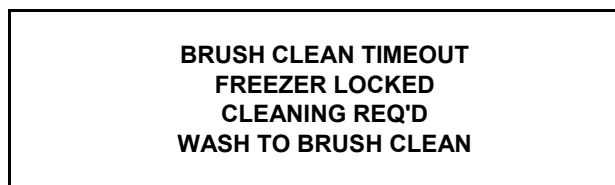

Рис. 33
1. Истек срок таймера очистки щеткой (максимальная уставка - 14 дней). (См. рис. 33.)